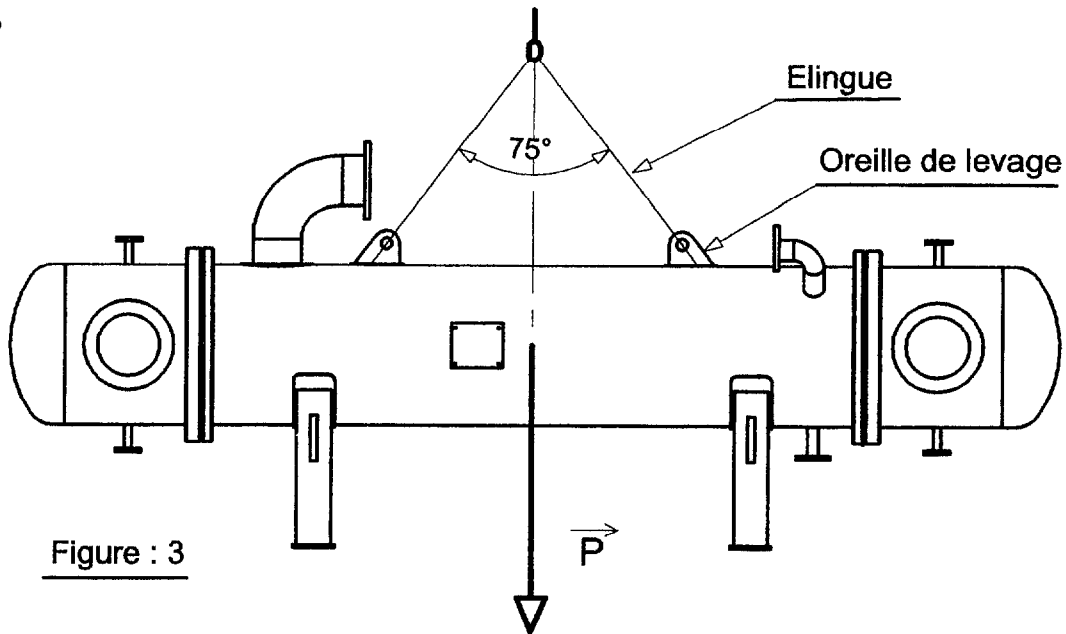

Figure : 3
La manutention de l'ensemble est réalisée par l'intermédiaire des oreilles de levage (48) et de 2 élingues (voir figures 3 et 4 feuille DS5-U41-B)